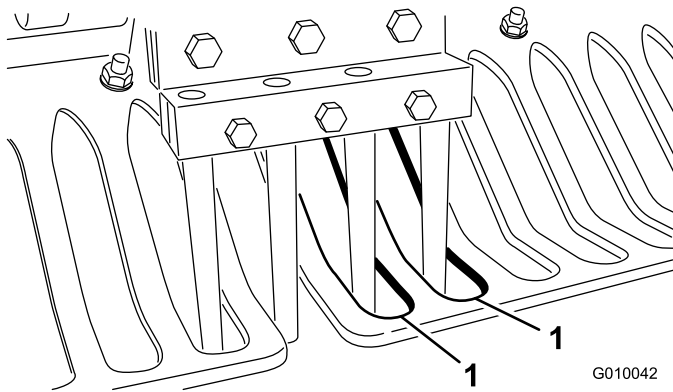

図 27
7. 全部のタインが、ターフガードの隙間の中心に整列していることを確認する  図 27。必要に応じてターフガードの位置を調整し、ナットで固定する。